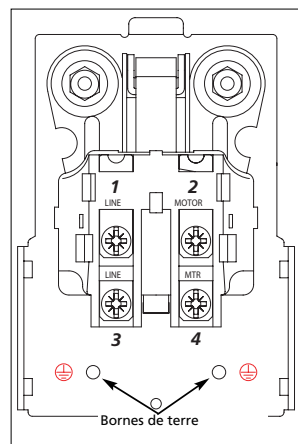

Figure 4
- Placer le fil de moteur noir sous la tête de vis #4 (Voir Fig. 4), et serrer la vis pour fixer le fil. Placer le fil secteur noir sous la tête de vis #3 et serrer la vis pour fixer le fil.
fil. Situer le fil de moteur blanc sous la tête de vis #2, serrer la vis pour fixer le fil (Voir Fig. 4).
- Fixer le fil secteur vert du cordon d'alimentation à l'intérieur du manostat avec la vis de terre fournie dans le kit. Répéter la procédure avec le fil de secteur vert du cordon du moteur (Voir la figure 4).